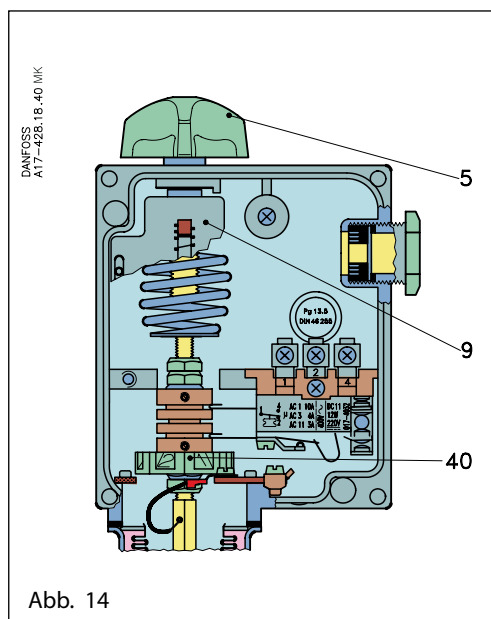
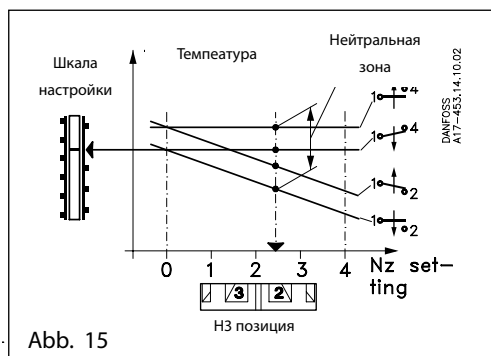

Abb. 14
Abb. 15
Der gewünschte Bereich wird unter gleichzeitigem Ablesen der Hauptskala (9) mittels des Einstellknopfes (5), Abb. 14 eingestellt. Der eingestellte Wert ist die Ausschalttemperatur für die Kontakte 1-4, Abb. 15. Die gewünschte neutrale Zone wird im Diagramm für das betreffende Gerät aufgesucht, Abb. 16.